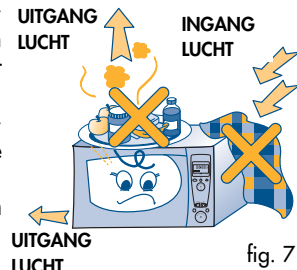

fig. 7
- 6) De openingen voor de luchttoegang niet belemmeren. Vooral niets bovenop de oven zetten en nagaan dat de openingen voor de afvoer van lucht en stoom (aan de bovenkant, onderkant en achterkant van het apparaat) **NOOIT BELEMMERD** worden (fig. 7).
- 7) In het midden van de aangegeven cirkel de houder (I) monteren en hierop de draaischijf (H) plaatsen. De pin (D) moet op zijn plaats komen te zitten in het midden van de draaischijf.